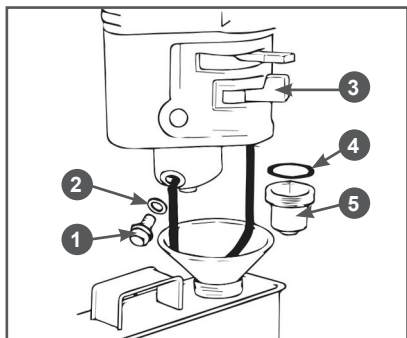

Рис. 23 Обслуживание карбюратора
1. Установите под карбюратор подходящую емкость (Рис. 23).
2. Установите рычаг топливного крана 3 в положение «ЗАКРЫТО» (Рис. 23).
3. Открутите болт 2 сливного отверстия и слейте топливо из поплавковой камеры карбюратора в подготовленную для этого ёмкость (Рис. 23).
4. Открутите стакан отстойника 5, вылейте из него топливо в заранее подготовленную емкость (Рис. 23).